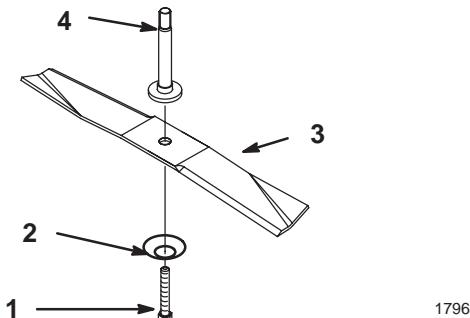

Bild 25
3. Entfernen Sie die Schraube, Wellenscheibe und das Schnittmesser (Bild 25). Sie können einen Holzklotz zwischen das Schnittmesser und das Schneidwerk keilen, um das Schnittmesser beim Entfernen der Schraube zu blockieren.